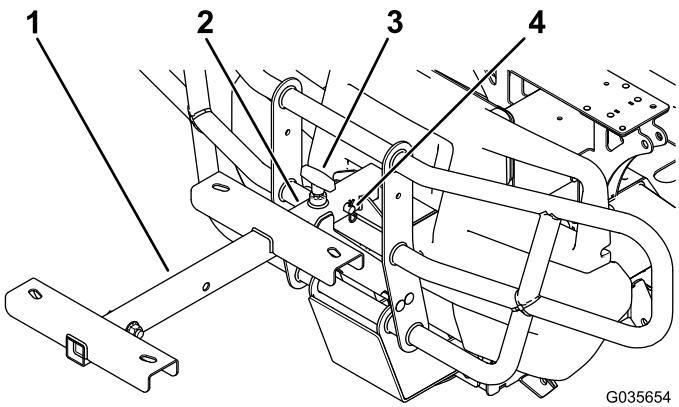

Figura 2
4. Inserite il supporto del tubo nell'accessorio dell'attacco di traino anteriore e fissatelo con il perno con testa (1/2" x 2") e la coppiglia (Figura 2).
5. Serrate la maniglia a T sull'accessorio dell'attacco di traino anteriore (Figura 2).
3. Allentate la maniglia a T sull'accessorio dell'attacco di traino anteriore (Figura 2).